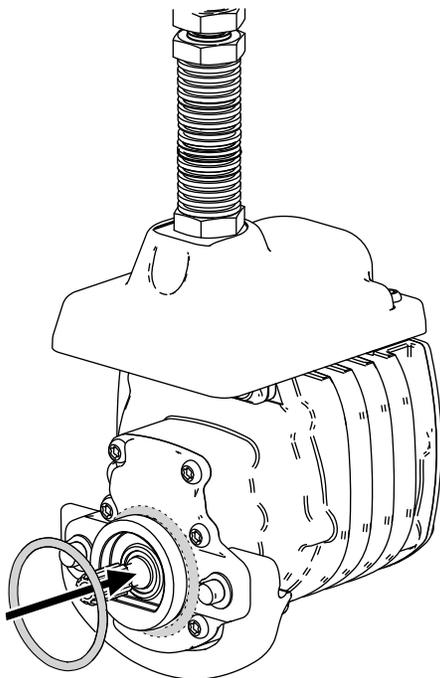

Bild 9
3. Legen Sie einen O-Ring auf jeden Spindelmotor, wie in **Bild 9** abgebildet.